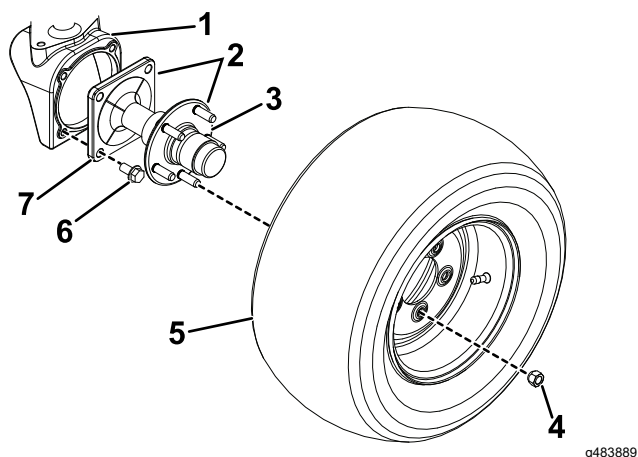

図 1
2. 各後輪をホイールハブに固定しているラグナット5個を外す 図1。タイヤを外す。
3. 各スピンドルハブアセンブリをホイールハウジングに固定している4本のフランジボルトを取り外して取り外す 図1。